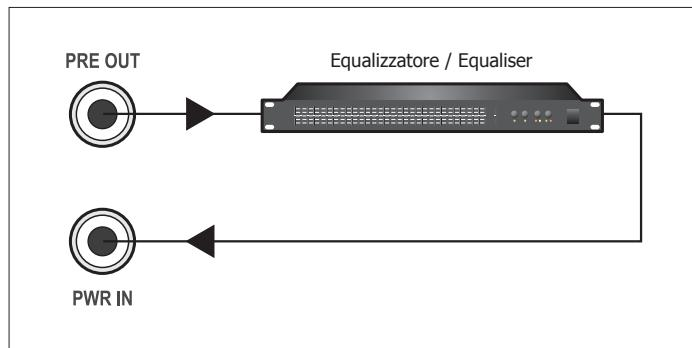

Fig. 3.6.1
Nei casi in cui fosse richiesta un'elaborazione acustica del segnale, è possibile collegare un equalizzatore, od altro elaboratore di segnale, alle prese **PWR IN** (10) e **PRE OUT** (11). Questa realizzazione permette la correzione acustica di ambienti particolarmente riverberanti e la soppressione della retroazione acustica diffusore-microfono, nota come Effetto Larsen (fig. 3.6.1).
Should acoustic processing of the signal be required, it is possible to connect an equaliser or another type of signal processor to the **PWR IN** (10) and **PRE OUT** (11) sockets. This enables acoustic correction of an environment featuring strong reverberation and the suppression of acoustic feedback between a loudspeaker and the microphone, known as the Larsen effect (Fig. 3.6.1).